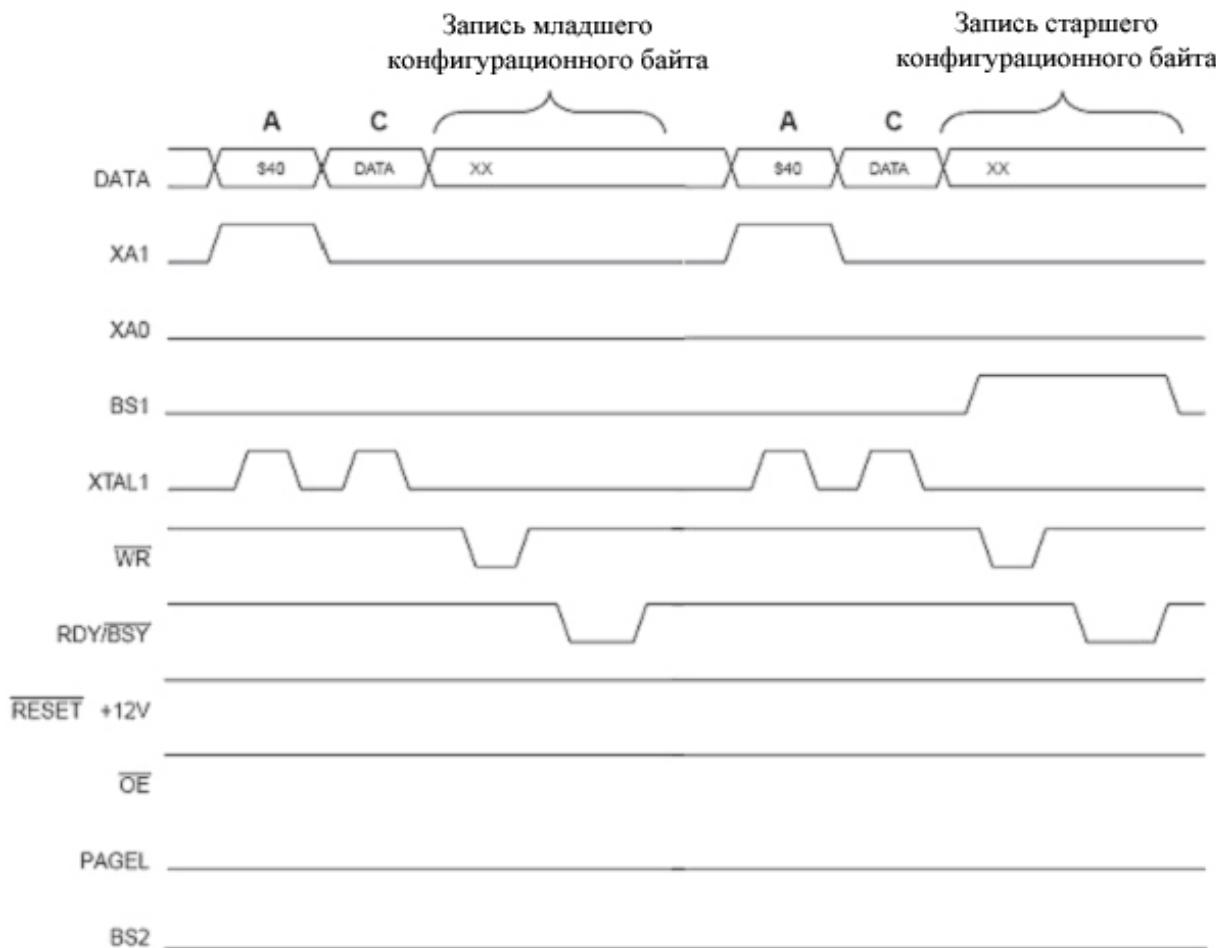

Рисунок 3.112 – Временная диаграмма программирования конфигурационных байтов
- 1 Загрузить команды “0100 0000”(см. рисунок 3.112).
- 1 Загрузить команду “0100 0000”(см. рисунок 3.112).